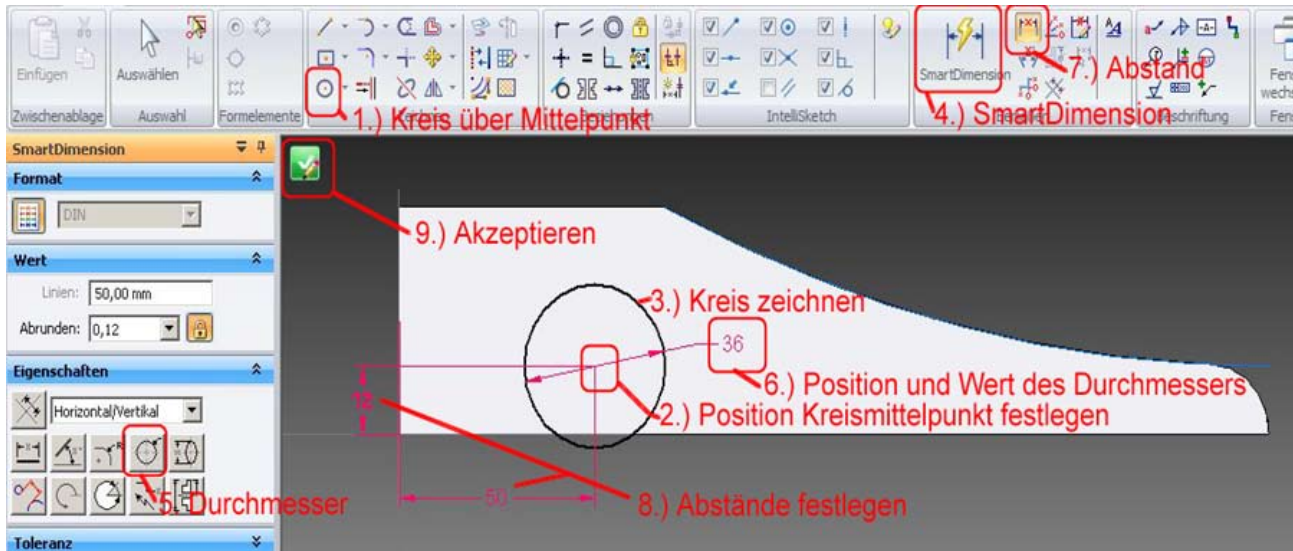

Abb. 32 Die Position des Radausschnittes festlegen
68. Wählen Sie -Kreis über Mittelpunkt- (Abb.32 1).
70. Bewegen Sie die Maus, um die ungefähre Größe des Kreises festzulegen und klicken Sie, um den Kreis zu zeichnen (Abb. 32 3).
71. Klicken Sie auf -SmartDimension- (Abb. 32 4) und achten Sie darauf, dass in der Gruppe Eigenschaften die Schaltfläche -Durchmesser- markiert ist (Abb. 32 5),
72. Positionieren Sie die Maßlinie für den Kreis und legen Sie den Wert auf 36mm fest. (Abb. 32 6).
73. Gehen Sie auf **-Abstandsbeaßung-** (Abb. 32 7) und legen Sie die Abstände des Kreismittelpunktes von der unteren Kante auf 12mm und von der hinteren Kante auf 50mm fest (Abb. 32 8).
74. Akzeptieren Sie durch Klicken auf den grünen Pfeil (Abb. 32 9).